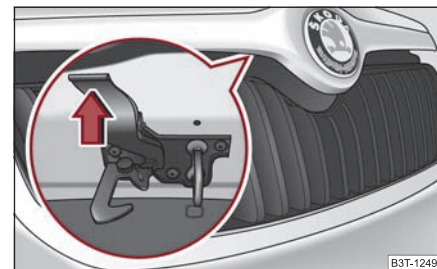

Fig. 15 Calandre: Levier de fixation
- Appuyez sur la fixation ⇒ fig. 15, le capot est déverrouillé. ▶